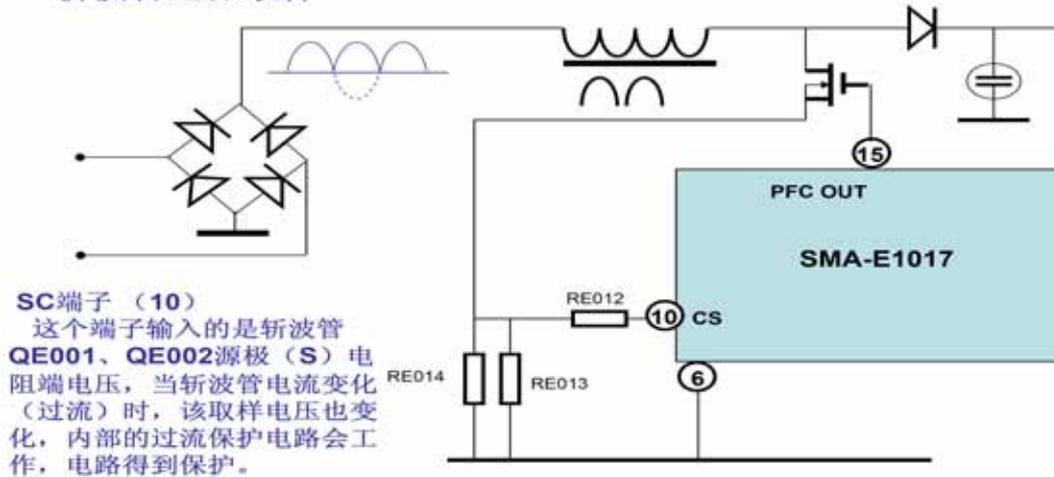

图9 PFC部分斩波管过流检测
**#10脚:** 斩波管源极电流检测输入端,参见图9。#10脚接在斩波管QE001、QE002的漏极电阻RE013、RE014上,进行源极电流取样。当斩波管过流时,该取样电压上升,输入#10脚内部保护电路,用以控制斩波管激励脉冲,使斩波电流得以控制。